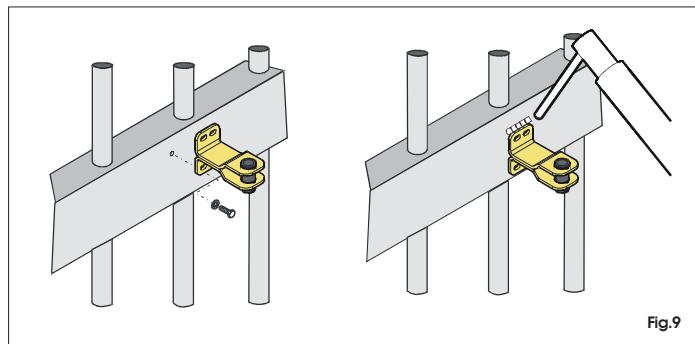

Fig.9
- Sfilare l'attacco dall'operatore per fissarlo all'anta. L'attacco può essere direttamente saldato oppure avvitato utilizzando inserti filettati (Fig. 9),